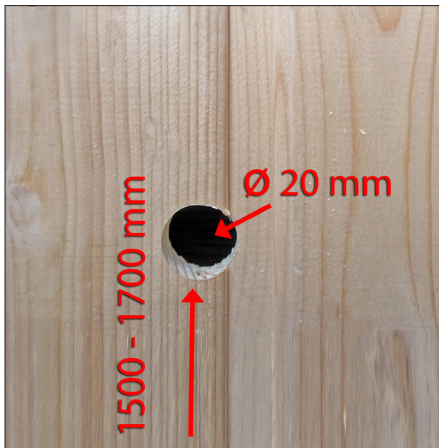

Abb. 1
- I. Bohren Sie ein Loch mit einem Durchmesser von 20 mm an der Position des Kabelkanals, auf einer Höhe von ca. 1500 – 1700 mm (Abb. 1).